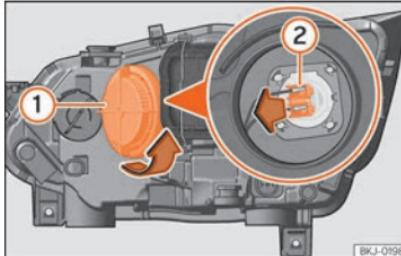

Fig. 51 En el vano motor: lámpara de luz de carretera.
- Gire la tapa 1 hacia la izquierda y sáquela **» fig. 51**.